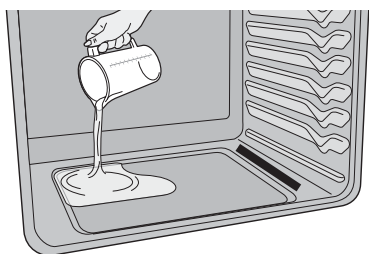

Figure 21 : Verser 1 tasse d'eau
3. Verser 1 tasse d'eau du robinet dans la cavité de la sole du four. (Figure 21) Fermer la porte du four.